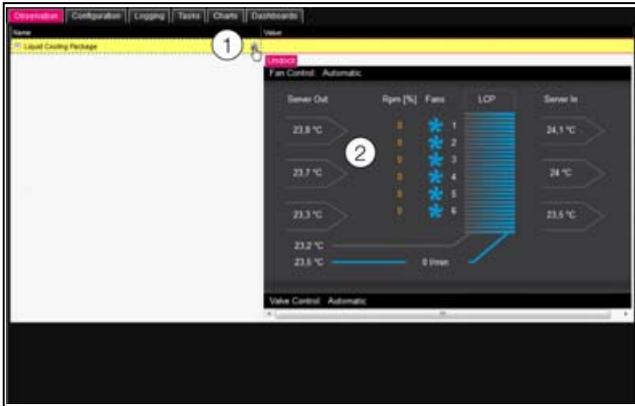

Abb. 84: Grafische Darstellung
Die Anzeige wechselt in die grafische Darstellung (Abb. 84) und alle Status und Drehzahlen der Lüfter, Temperaturwerte der Servereintritts- und -austritts-temperatur sowie die Regelmodi von Lüfter- und Wassersteuerung können auf einen Blick angesehen und durch Klicken auf die Grafik (Abb. 84, Pos 2) verändert werden.
Wenn nach Anwahl der Ebene „Liquid Cooling Package“ die grafische Darstellung (Abb. 84) vorgewählt ist, schalten Sie folgendermaßen auf die Baumdarstellung um:
■ Drücken Sie das in Graustufen dargestellte „Grafik“-Symbol hinter dem Eintrag „Liquid Cooling Package“ (Abb. 84, Pos 1).